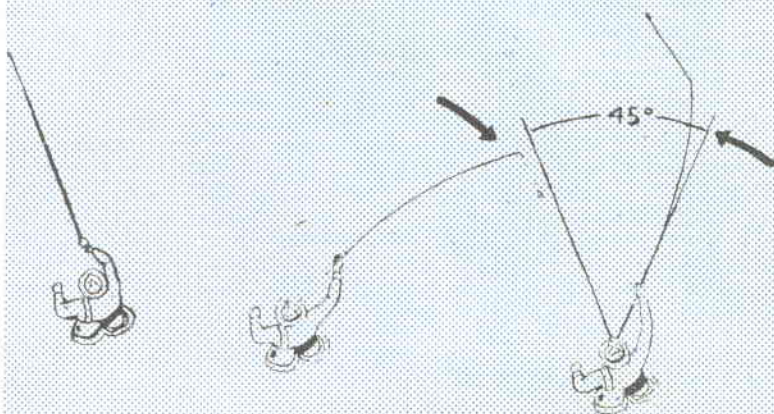

Fig. 7
- Per effettuare il lancio, puntate la canna sul bersaglio (fig. 7 a sinistra), indi portatela all'indietro con un lieve movimento (fig. 7 centrale). Rilasciate l'esca a circa 45° dalla linea che partendo dall'occhio raggiunge il bersaglio (fig. 7 a destra);